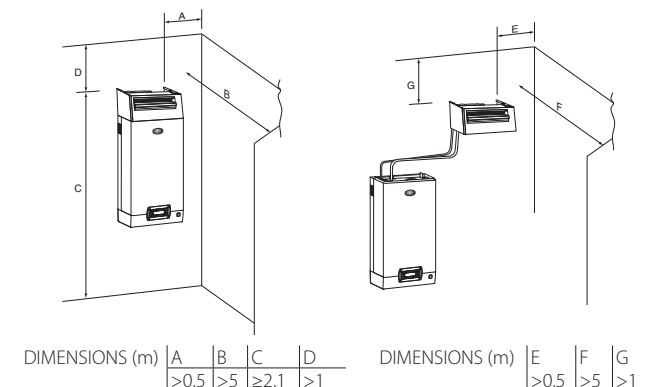

Fig. 3.c
2. le support de fixation en forme de "L" (voir détail 1 Fig. 3.b) est livré avec les distributeurs de vapeur modèles allant du DP085* au DP025*. Pour des longueurs inférieures, le support peut être fourni en option (code 18C478A088).